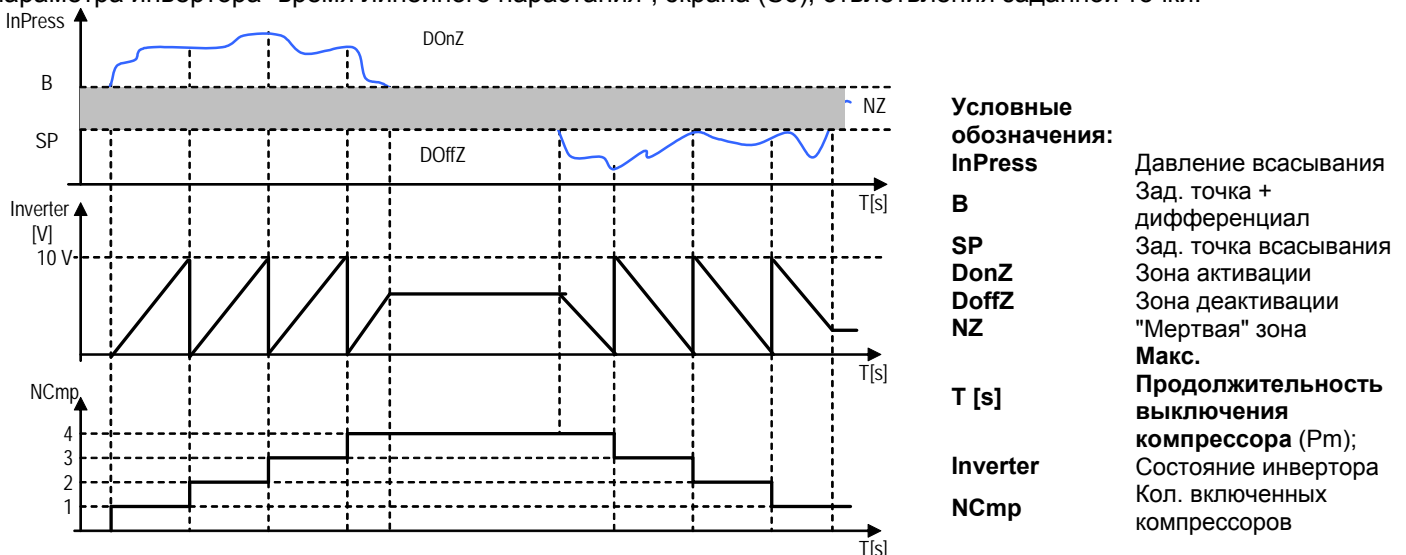

Рис. 5.1
Управление "мертвой" зоной: Инвертор установлен на первый компрессор, который всегда будет включаться первым, а выключаться последним. Такое управление требует, чтобы было установлено смещение для контроля инвертора, экран S6, заданная точка (SP) и время нарастания инвертора. Установлено три зоны: зона включения DOnZ, "мертвая" зона NZ и зона выключения DOffZ. В них программа ведет себя по-разному (см. рисунок 5.1).